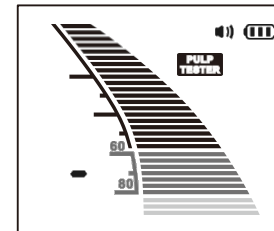

Abb. 37
- 2) Das Ausbleiben einer Reaktion auf den maximalen Reiz (--) deutet darauf hin, dass der Zahn nicht . Diese Schlussfolgerung sollte durch einen Thermotest bestätigt werden (Abb. 37).